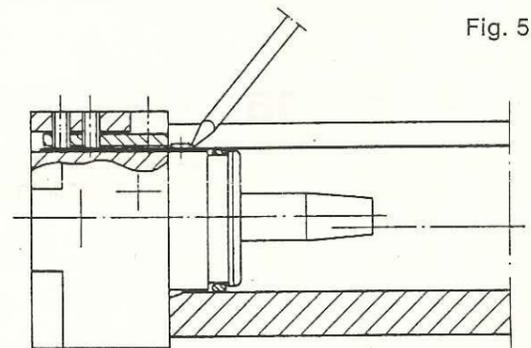

Fig. 5.
3. Band mittels Schraubenzieher auf gegenüberliegenden Seite spannen und festklemmen. (Siehe Bild 5)